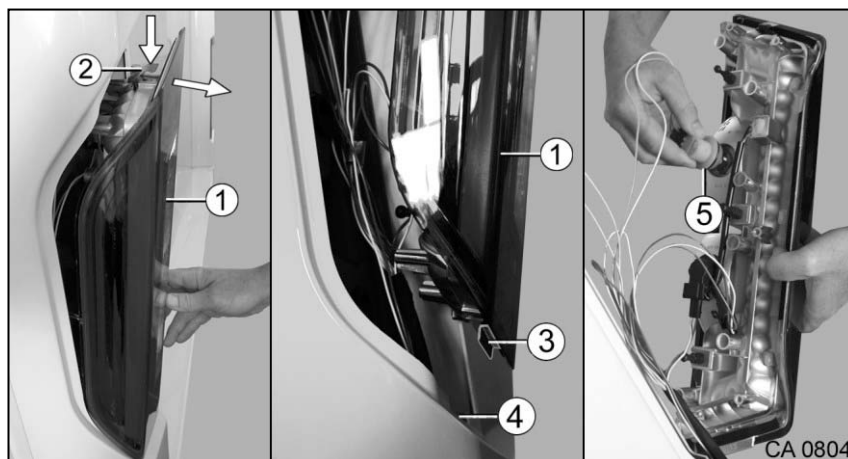

Fig. 200 Remplacement de l'ampoule sur le support de feu arrière
Si, lors du changement d'ampoule sur le support de feu arrière (Fig. 200/1) on travaille avec un outil non approprié ou si le câble est trop sollicité, il y a risque de détérioration.
Ne pas laisser pendre le support de feu arrière (Fig. 200/1) par les câbles !
1. Tirer le support de feu arrière (Fig. 200/1) en haut en dehors jusqu'à ce que le clip de fixation (Fig. 200/2) soit visible.
2. Pousser le clip de fixation (Fig. 200/2) vers le bas tout en sortant encore davantage le support de feu arrière (Fig. 200/1).
3. Soulever le support de feu arrière (Fig. 200/1) et retirer l'entretoise (Fig. 200/3) hors de l'évidement (Fig. 200/4).
4. Enlever prudemment le support de feu arrière (Fig. 200/1), bien le tenir et le déposer dans un endroit approprié.
5. Tirer le culot de lampe (Fig. 200/5) enfiché en dehors et remplacer l'ampoule défectueuse.